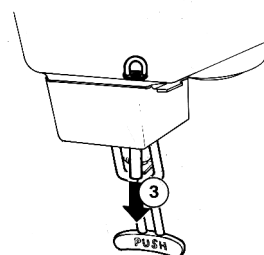

figure 11
- 3 - Tirer (3) doucement le tuyau vers le bas jusqu'à le bien placer (voir figure 11).